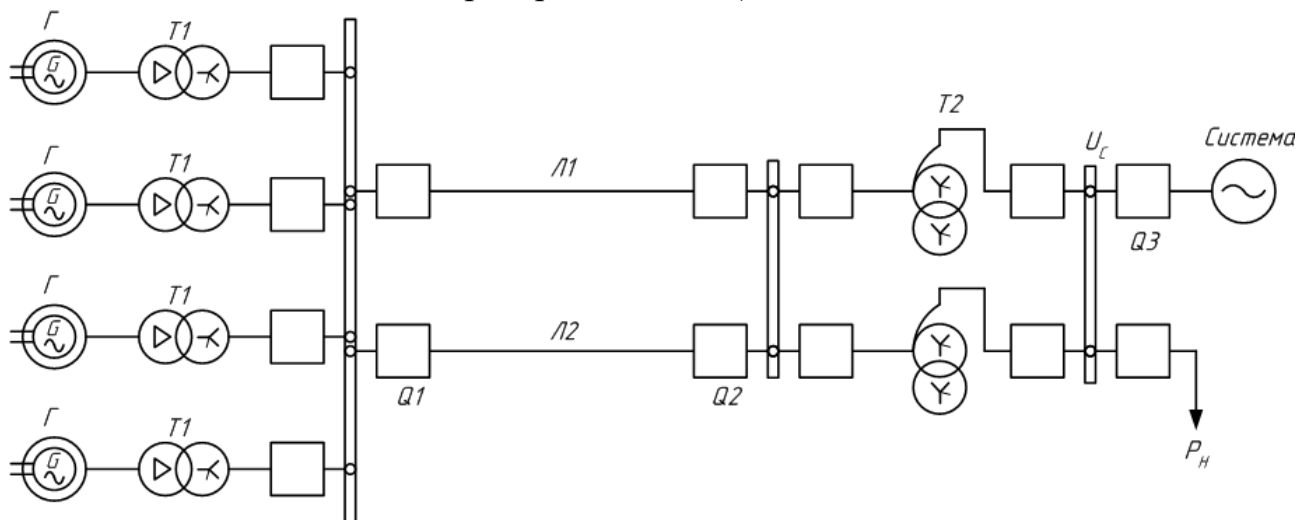

Рисунок 2 – Схема электропередачи
1. Для заданной схемы электропередачи (рисунок 2) определить запас статической устойчивости по пределу передаваемой мощности, при передаче от генератора в систему мощности P_H для следующих случаев: